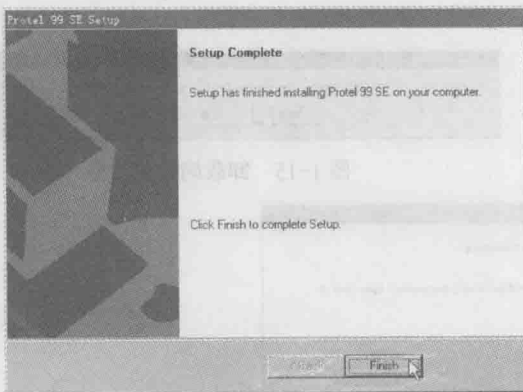

图 1-9 完成安装对话框
8) 安装完成后, 系统弹出安装完成对话框, 如图 1-9 所示, 单击“Finish”按钮, 完成 Protel 99 SE 的安装。